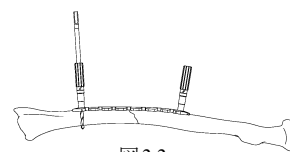

図3-3
③スクリュータップを使用する場合
プレートの最近位と最遠位に2.5 ドリルスリーブ (S) 2 を設置し、2.5 ドリルにてドリリングします。（図3-3）